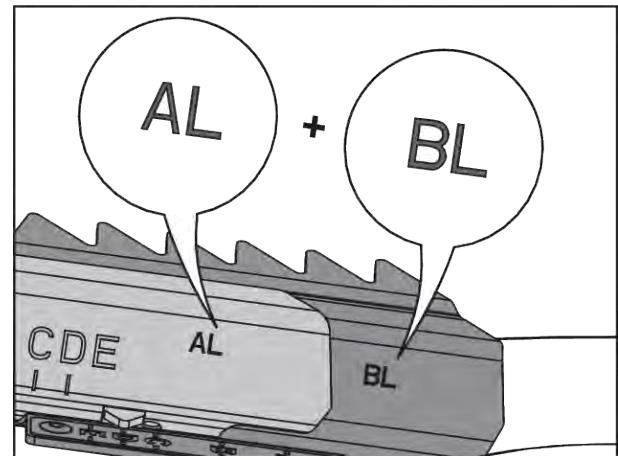

Fig. 81: Combinăție aripi aruncătoare
- A se vedea Fig. 81 Combinăție aripi aruncătoare